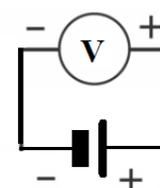

Рис. 4.
4. Опыт. Измерение ЭДС батареи (рис. 4).